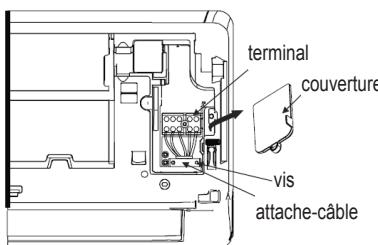

fig. 15 -
1. Ouvrez le panneau avant de l'appareil ("*fig. 15 -*)